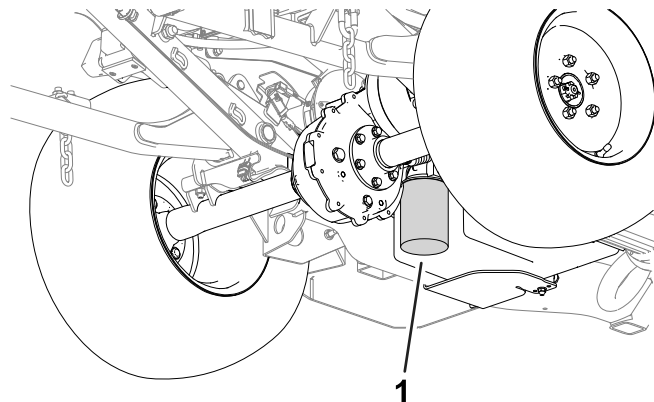

Figura 57
1. Curățați suprafața din jurul zonei de montare a filtrului hidraulic (ilustrat în Figura 57).